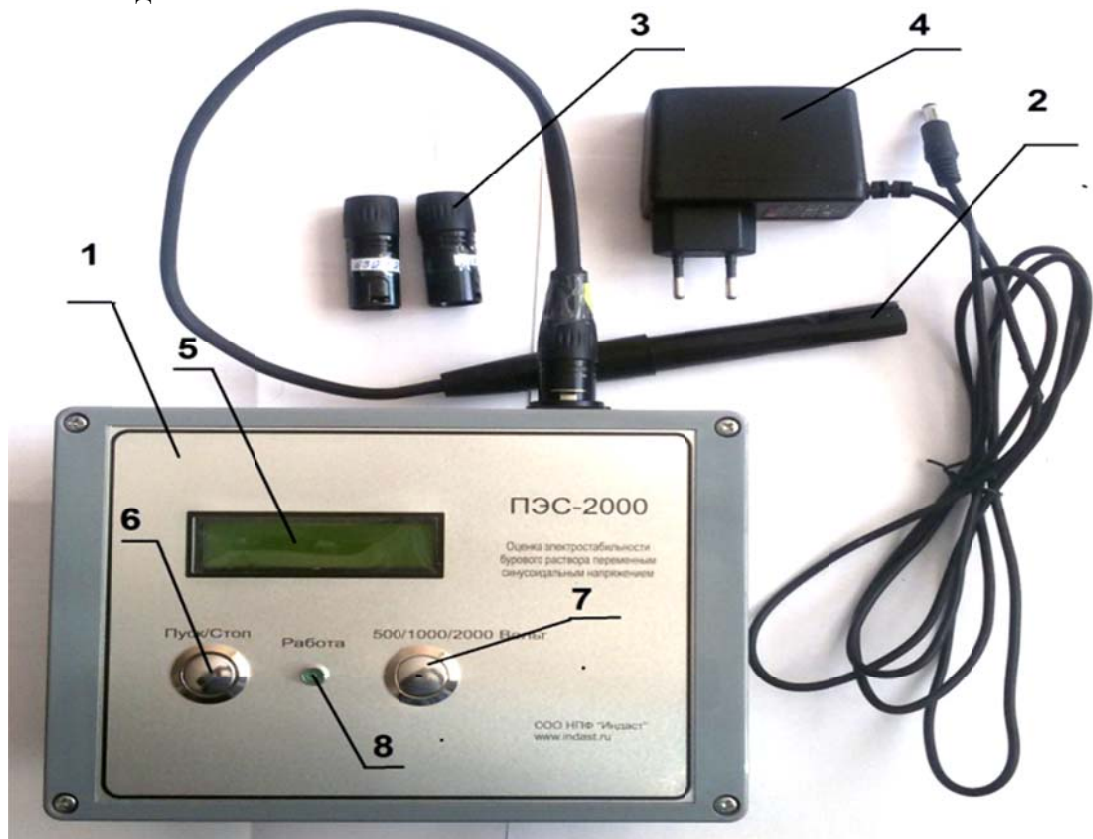

Рис. 1 Анализатор ПЭС-1000/2000
4.2. Анализатор формирует нарастающее напряжение величиной от 0 до 500 или 1000 вольт со скоростью 150±10 вольт в секунду. Верхняя величина напряжения задается последовательным нажатием кнопки «ПУСК/СТОП» 6 (Рис.1.)